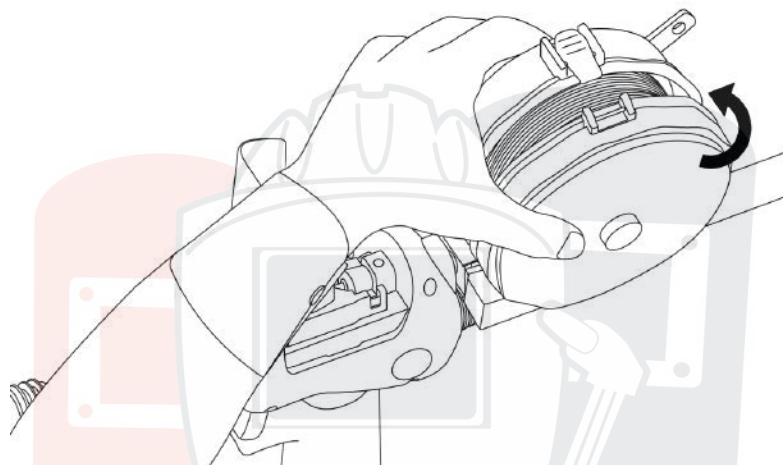

Рис. 7.7. Закрытие крышки.
5. Закройте прозрачную крышку катушки с проволокой до срабатывания фиксатора (См. рис. 7.7).